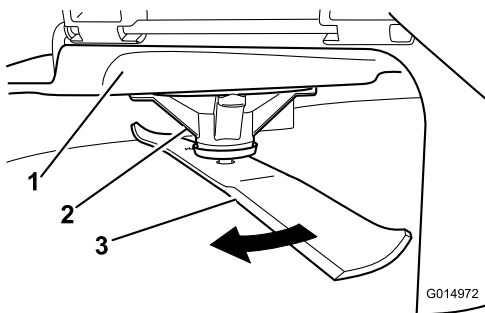

Figure 59
2. Enfilez des gants épais ou utilisez une autre protection adéquate pour les mains, et faites tourner la lame lentement jusqu'à une position permettant de mesurer correctement la distance entre le tranchant et la surface plane sur laquelle se trouve la machine (Figure 59).